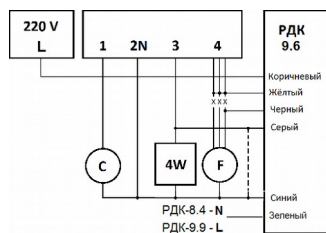

Рис. 2
2. В случае если двигатель вентилятора имеет несколько обмоток, потребуется определить обмотку, отвечающую за максимальную скорость. К черному проводу прибора подключается только она. Остальные проводники так же разрываются и со стороны вентилятора изолируются. Все оставшиеся свободными проводники скоростей вентилятора, идущие от схемы управления, соединяются с желтым проводом. (Рис.2)